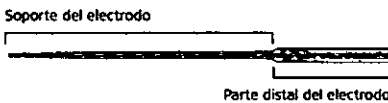

Fig. 5 Parte distal del electrodo
El Fixation Clip es un dispositivo diseñado para implantarse en los pacientes durante las cirugías del implante coclear MED-EL y es compatible con todos los electrodos de MED-EL con un diámetro de 1,3 mm en la parte distal del electrodo (véase la fig. 5).
- La parte distal del electrodo es aquella que se encuentra entre el anillo marcador y la carcasa del estimulador (véase la fig. 5).